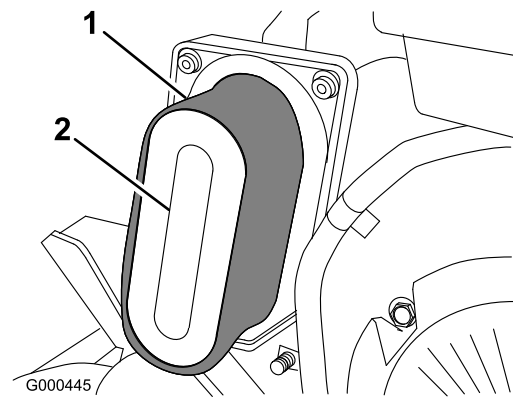

Bild 23
3. Entfernen Sie den Schaumeinsatz, wenn dieser verschmutzt ist, vorsichtig vom Papiereinsatz (Bild 23). Reinigen Sie ihn gründlich.